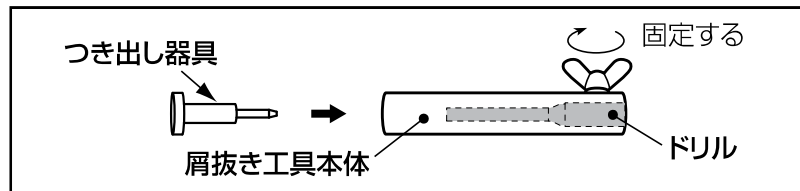

図33
2.ドリルを屑抜き工具本体に挿入して、ドリルの頭と屑抜き工具本体の端面が一致した状態で、固定します。 図33 参照
3.図33の太矢印の方向より、つき出し器具を挿入してください。